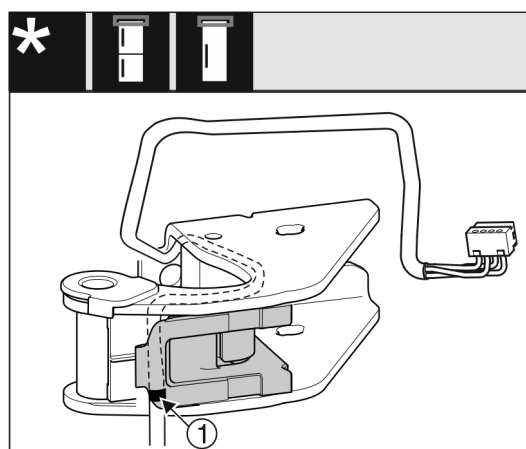

Fig. 28
- ▷ Sredinska oznaka naj bo ob tem na robu držala kabla Fig. 28 (1).